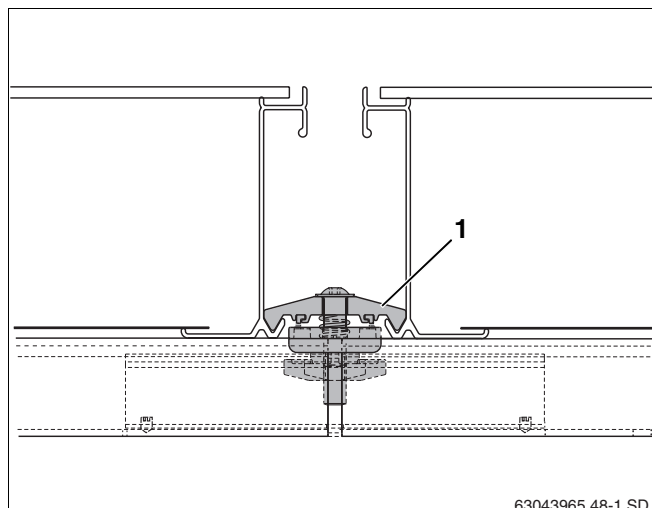

Fig. 51 Tensor bilateral entre 2 colectores
El elemento de sujeción (fig. 51, **pos. 1**) del tensor del colector queda enganchado en el borde inferior del colector.